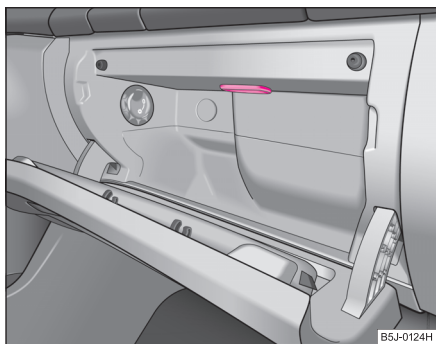

Fig. 175 Demontarea lămpii din compartimentul de depozitare de pe partea pasagerului din dreapta
- Introduceți un cuțit sau alt obiect asemănător lateral între lampă și torpedou ⇒ fig. 175. Dislocați cu atenție lampa.